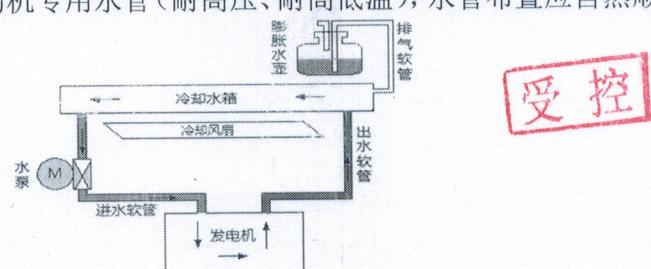

图 6：发电机独立水路安装示意图
- ◆ 车载使用时发电机的散热水路可以直接串联进驱动电机的散热水路中，在使用独立的发电机散热水路时，可以选择推荐的散热器水箱及电子风扇总成、膨胀水壶、电子水泵等。发电机散热水路安装如图 6 示：